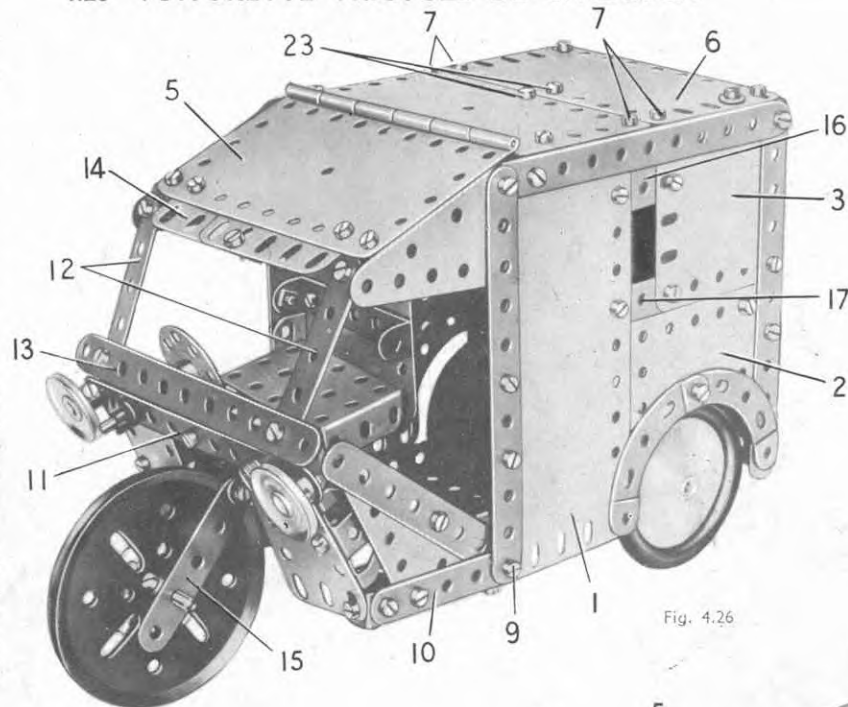

Fig. 4.26
Le côté qui apparaît sur la fig. 4.26 est constitué par une plaque flexible de 14x6 cm. (1), une plaque flexible de 14x4 cm. (2), et une plaque flexible de 6x6 cm. (3). Une bande de 5 trous (16) et une embase triangulée (17) bordent la fenêtre ménagée entre les plaques. L'autre côté est constitué par une plaque flexible de 14x6 cm. et une de 14x4 cm. placées bord à bord, et par une plaque flexible de 6x6 cm. située à l'angle inférieur avant.